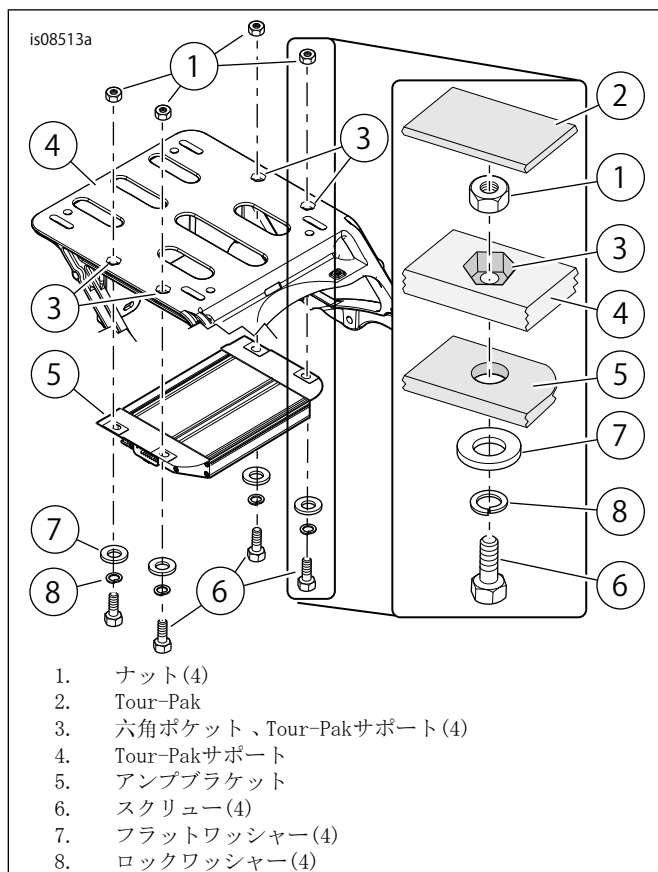

図2. アンプの取り付け
7. 図2を参照してください。六角ナット(1)を、Tour-Pakサポート(5)の六角ポケット(3)に置きます。